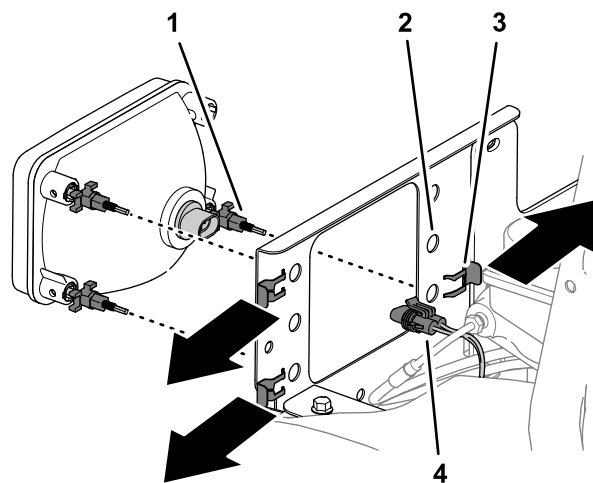

図 43
1. マシンのヘッドライト後部の2ピン コネクタから、ワイヤーハーネスの2ソケットコネクタを取り外す (図 43)。
2. ヘッドライト調整ナット3個からクリップ3個を外し、ヘッドライトをヘッドライトブラケット から取り外す (図 43)。
5. ヘッドライト調整ナット3個をヘッドライト取り付けブラケットの穴に合わせ、ステップ 図 43で取り外したクリップ(2)でそれを固定する。